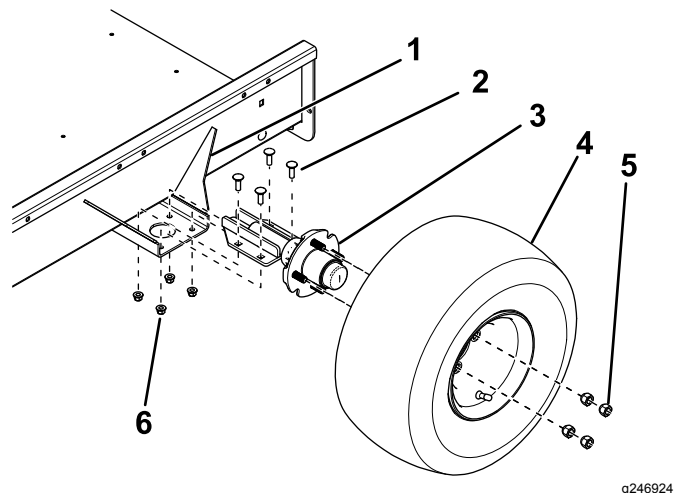

図 1
1. トレーラベッドの両側で、取り付けブラケットの下側にアクスルを取り付けるキャリッジボルト 4 本とロックナット 4 個で図 1 のように取り付ける。
2. 各アクスルハブにホイールアセンブリを取り付け、ラグナット 4 個を 108.5 N·m 11 kg.m=80 ft-lb にトルク締めする図 1。
3. ホイールの前側で測定した距離が、後側での測定よりも 3 mm 小さくなるようにアクスル取り付けブラケットの位置を調整してください 図 1。